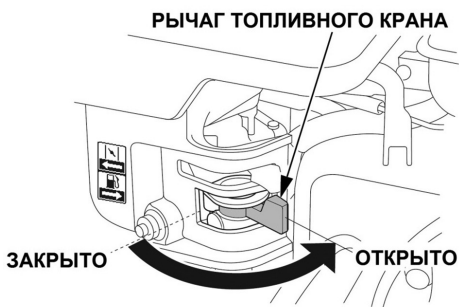

Рис. 14. Рычаг топливного крана
4. Откройте топливный кран переводом рычага вправо (Рис. 14).